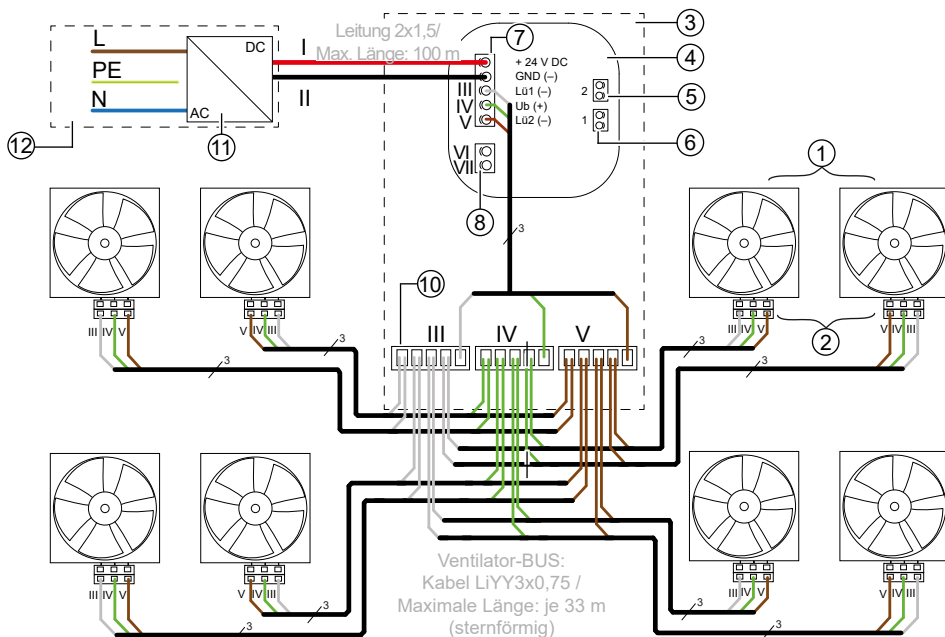
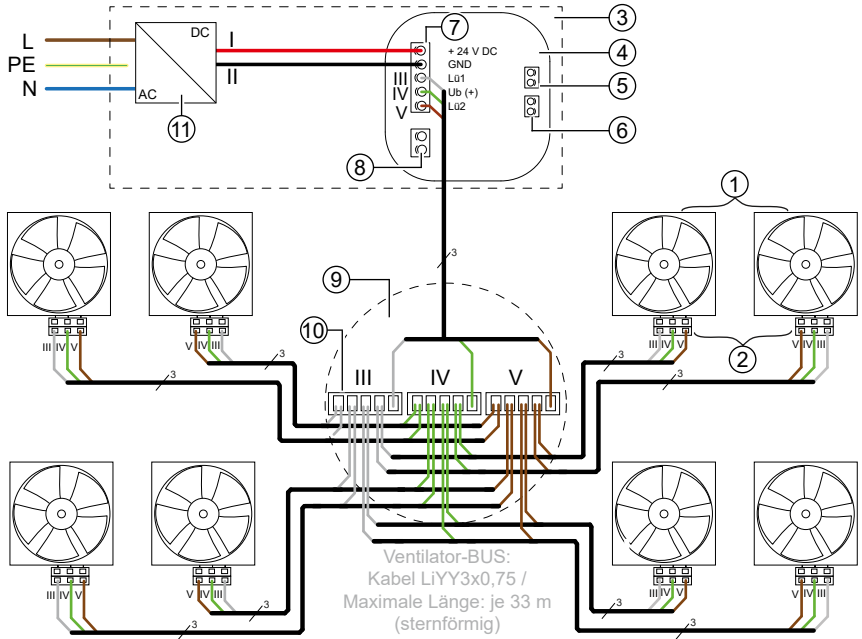

Abbildung 5: Anschlussbeispiel sMove s8 inkl. Schaltschrank-Schaltnetzteil mit Verteilung
Abbildung 6: Anschlussbeispiel sMove s8 inkl. Unterputz-Schaltnetzteil mit Verteilung
| ④ Rückseite Bedieneinheit | ⑪ Schaltschrank-Netzteil NT17-s8 (Abb. 5)/ Unterputz-Netzteil NT17-s8 (Abb. 6) |